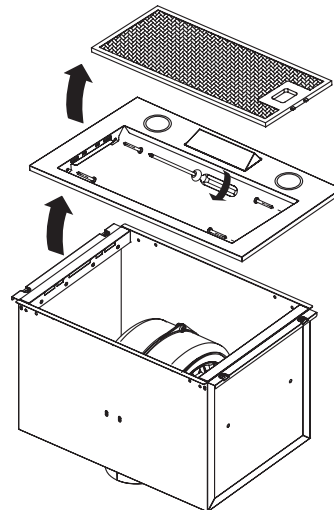

Рис. 3
2. Снимите жировой фильтр. Выкрутив винты снимите нижнюю панель. При необходимости отключите кабель панели управления. (Рис. 3)